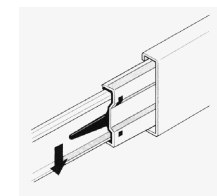
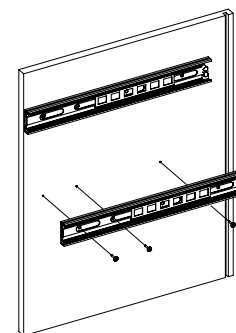

Рис. 3
Рис. 4
3. Отсоедините от основания телескопических направляющих внутренние планки, отогнув пластиковый рычажок фиксатора (Рис. 3). Основания телескопических направляющих закрепите на деталях 3 и 4 винтами М5х8 (Рис. 4).